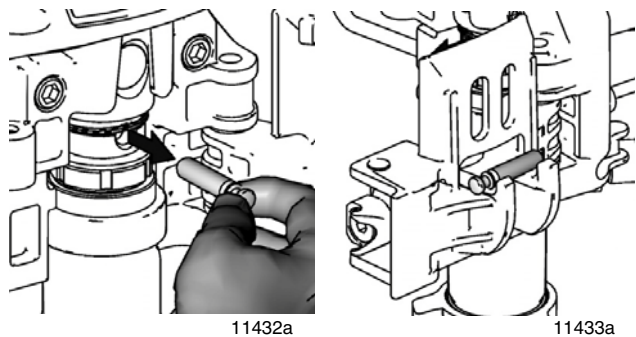

FIG. 19
2. FIG. 19. Arrêter la pompe avec la tige de piston en position de fin de course basse.
- 10. FIG. 19. Extraire la goupille et la mettre dans le porte-goupille.